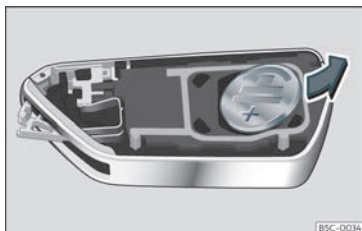

Fig. 77 Chave do veículo: extração da pilha.
- Extraia a pilha do compartimento com um objeto fino adequado >>> Fig. 77.
- Coloque a pilha nova, pressionando-a no compartimento respetivo >>> ①.